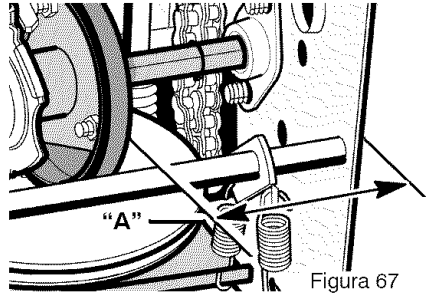

Figura 67
7. Fíjese en la posición de la **rueda de fricción** (consulte la Figura 67). La distancia correcta "A" desde el lado derecho de la **rueda de fricción** hasta la parte exterior de la caja del motor es la siguiente:
3. Mueva la **rueda de fricción** a la posición correcta (Figura 67).